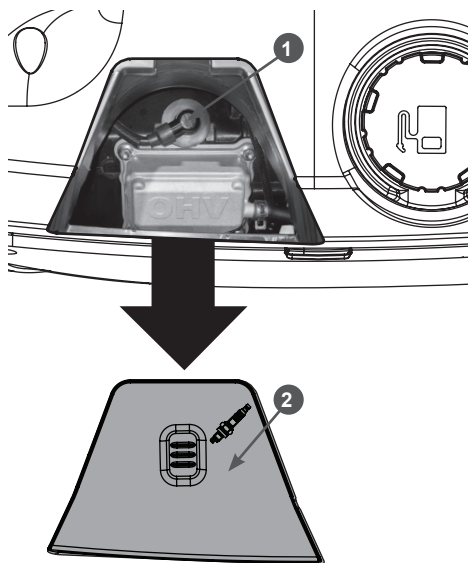

Рис. 16. Снятие лючка доступа к свече зажигания
- Снимите лючок 2 доступа к свече зажигания (Рис. 16).
1. Слейте топливо из топливного бака и карбюратора (Рис. 16).